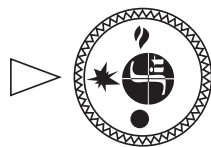

Рис. 6
- 6.3. Для розжига пилотной горелки ручка управления переводится в положение «искра» (рис. 6).